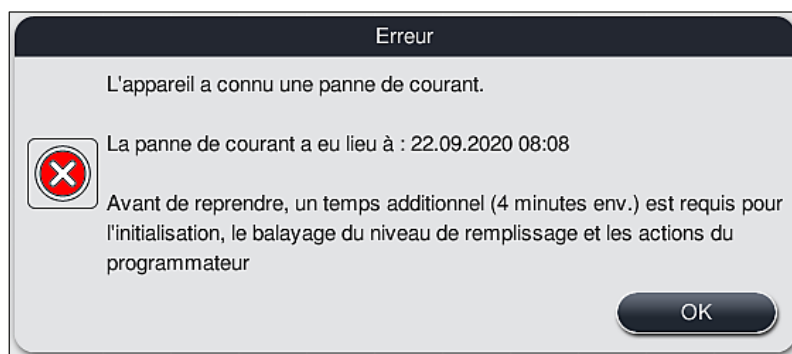

Fig. 106
- ① Le premier message d'information après le redémarrage automatique de l'appareil avertit l'utilisateur de la durée de la coupure de courant (→ "Fig. 106"). Confirmer le message d'information en appuyant sur la touche **OK** pour recevoir les instructions supplémentaires en vue de poursuivre le processus de coloration.